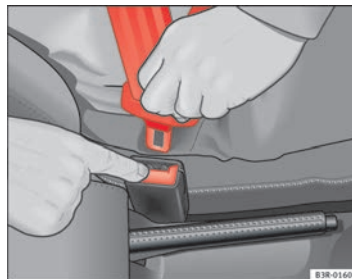

Abb. 15 Lösen der Schlosszunge vom Gurtschloss
- Drücken Sie die rote Taste im Gurtschloss ⇒ Abb. 15. Die Schlosszunge springt heraus ⇒ .